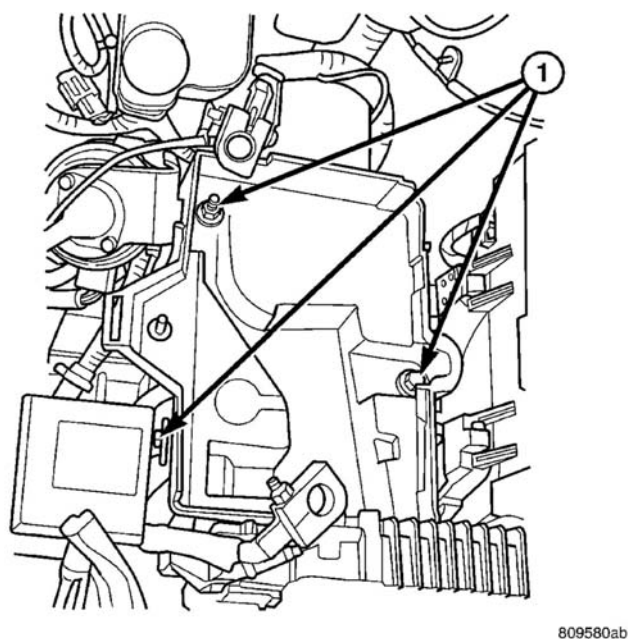

图 18 蓄电池托盘位置与方向
- （3）拆卸蓄电池托盘的固定紧固件（图 18）。
- （3）将因油管置于定位，安装蓄电池托盘固定紧固件（图 18）。